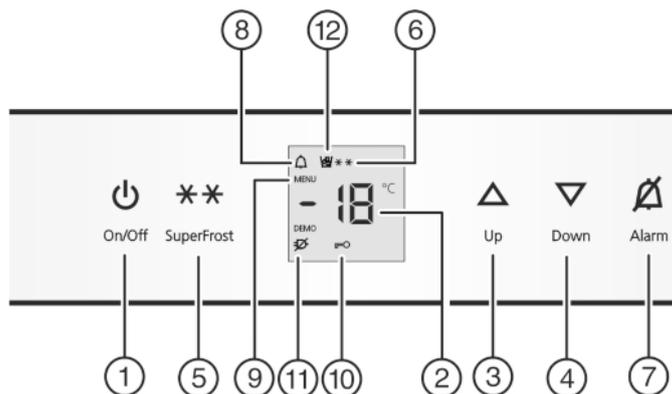

Fig. 2
- ▶ Taste On/Off *Fig. 2 (1)* drücken.
- ▶ Einstellmodus aktivieren: Taste SuperFrost *Fig. 2 (5)* ca. 5 s drücken.
- ▷ Das Symbol Menu *Fig. 2 (9)* leuchtet.
- ▶ Die Taste SuperFrost *Fig. 2 (5)* kurz drücken, um zu bestätigen.
- ▶ Zum Einschalten der Kindersicherung Taste SuperFrost *Fig. 2 (5)* kurz drücken.
- ▷ Das Symbol Kindersicherung *Fig. 2 (10)* leuchtet. In der Anzeige blinkt **c**.
- ▶ Zum Ausschalten der Kindersicherung Taste SuperFrost *Fig. 2 (5)* kurz drücken.
- ▷ Das Symbol Kindersicherung *Fig. 2 (10)* erlischt. In der Anzeige blinkt **c**.
- ▶ Einstellmodus deaktivieren: Taste On/Off *Fig. 2 (1)* drücken.
- ▶ Taste Alarm *Fig. 2 (7)* drücken.
Gleichzeitig blinkt die Temperaturanzeige und das Symbol Alarm *Fig. 2 (8)*.
Der Tonwarner verstummt automatisch, das Symbol Alarm *Fig. 2 (8)* geht aus und die Temperaturanzeige hört auf zu blinken, wenn die Temperatur wieder ausreichend kalt ist.
- ▶ Temperatur wärmer einstellen: Einstelltaste Up Fig. 2 (3) drücken.
- ▶ Temperatur kälter einstellen: Einstelltaste Down Fig. 2 (4) drücken.